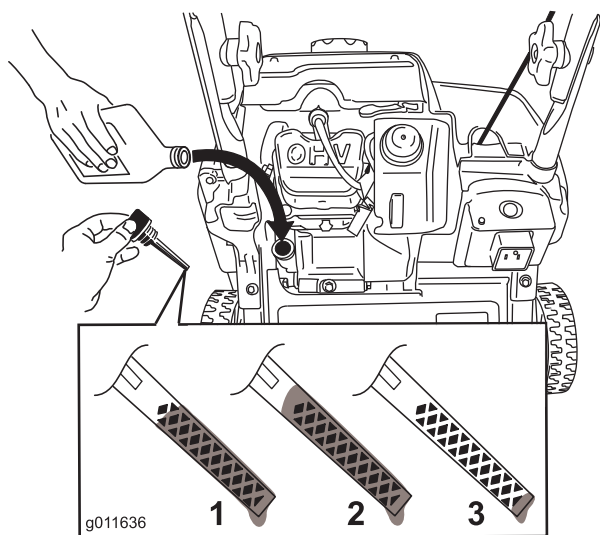

Figura 8
2. Pulite attorno al tappo del foro di riempimento dell'olio (Figura 8).
Nota: Per determinare quale sia il livello di olio corretto sull'asta vedere Figura 8.
Nota: Riempite di olio la coppa fino a quando l'asta indica che il livello dell'olio motore è corretto, come illustrato in Figura 8. Se riempite eccessivamente il